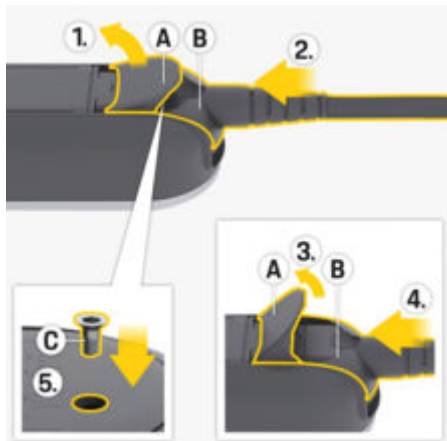

Fig. 410: Conectarea cablului de alimentare și a conectorului
1. Deschideți capacul **A** (Fig. 410) cu aproximativ 15 grade (doar atât cât se potrivește conectorul **B** (Fig. 410) în unitatea de comandă până când simțiți prima dată rezistență).
2. Introduceți conectorul **B** (Fig. 410) în unitatea de comandă până când simțiți prima dată rezistență.
3. Deschideți complet capacul **A** (Fig. 410).
4. Introduceți complet conectorul **B** (Fig. 410).
5. Închideți complet capacul **A** (Fig. 410) și strângeți cu șurubul **C** (Fig. 410).